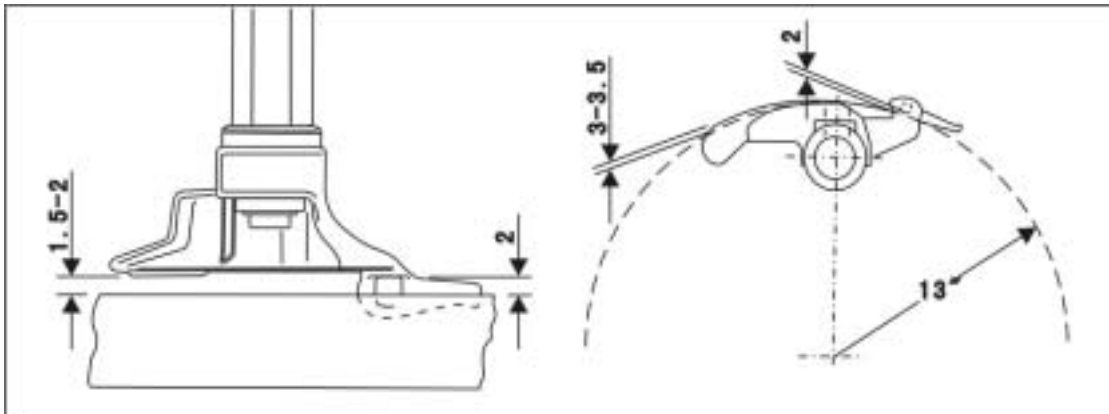
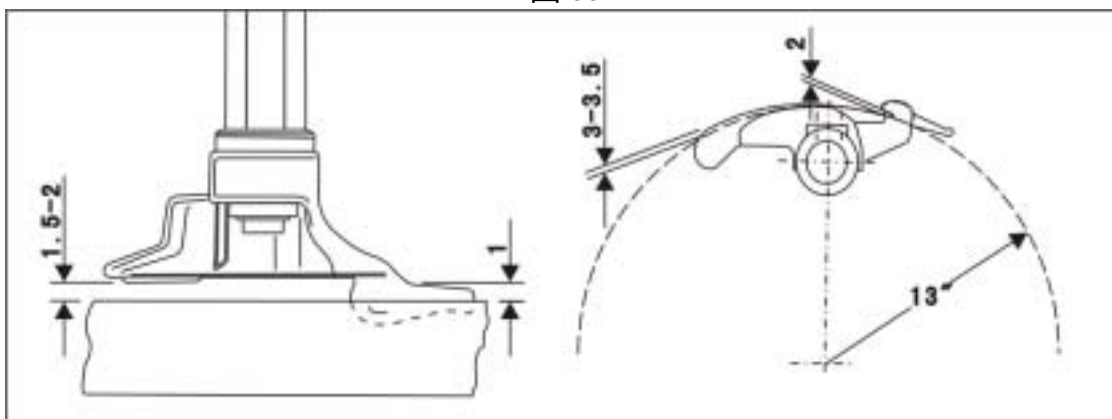

图 33
图 34
3) 按照图 33 (滚轮拆装头) 和图 34 (护垫拆装头), 使用专用检测工具检验。